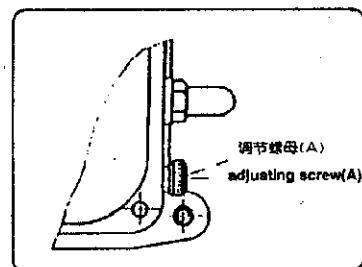

图 4-3 Fig4-3
Давление круглого пресса на материал может быть отрегулировано путем поворота рифленой гайки (A) на правой задней стороне машины. См. рис.4-3